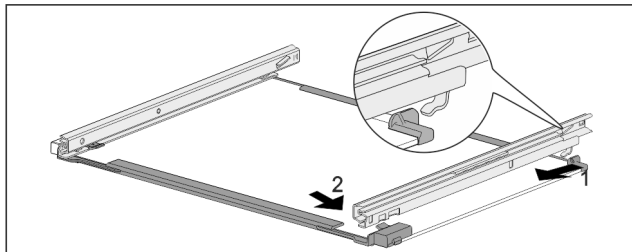

Fig. 111 Скляна пластина з рейками
- ▶ Зачепити рейку ззаду. Fig. 111 (1)
- ▶ Зафіксуйте рейку спереду. Fig. 111 (2)